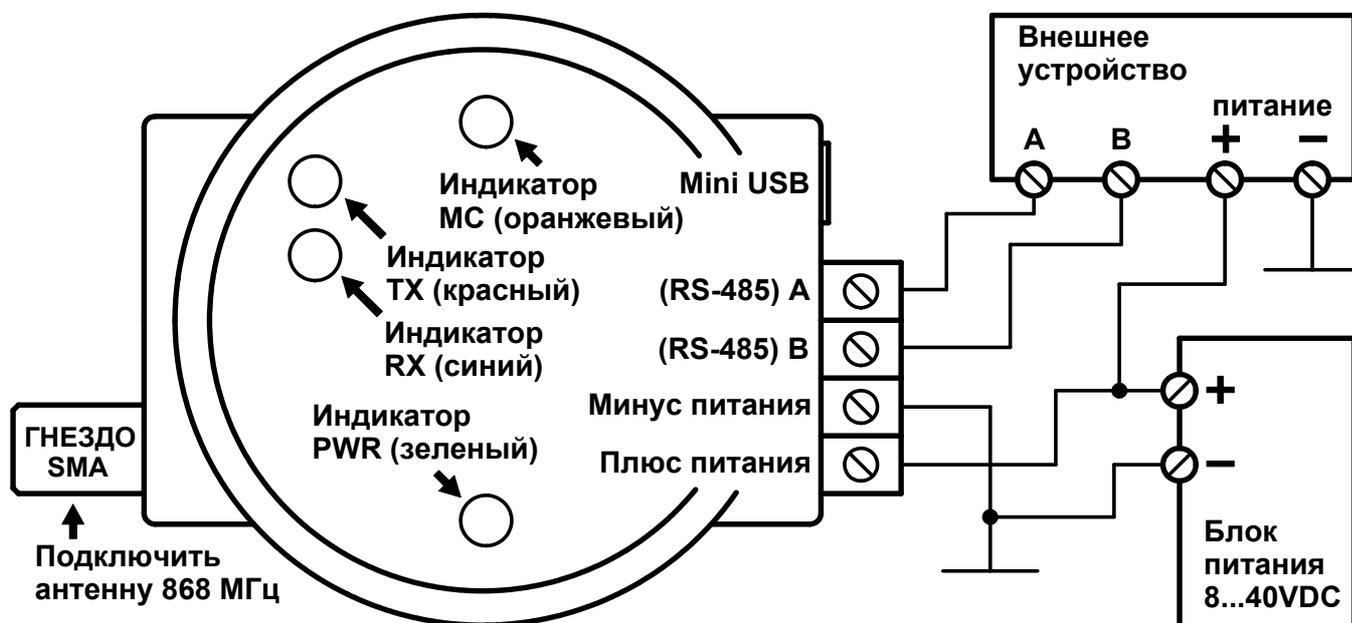

Рис. 2. Схема подключения КуБ-50868-485.
- Подключите цепи интерфейса RS-485 и питающего напряжения к изделию согласно схеме подключения на Рис. 2.